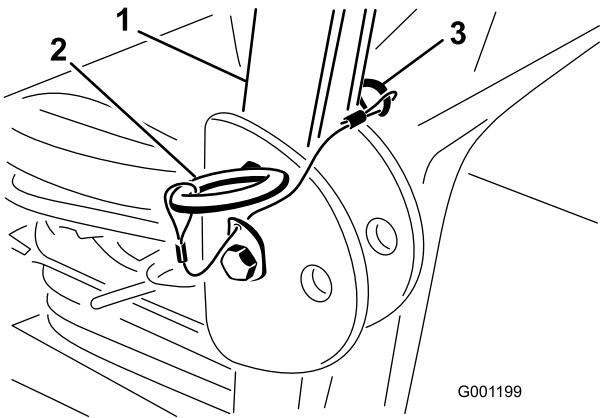

Figura 8
2. Com a barra de segurança na posição elevada, retire os pernos de gancho e os dois pinos (Figura 8).